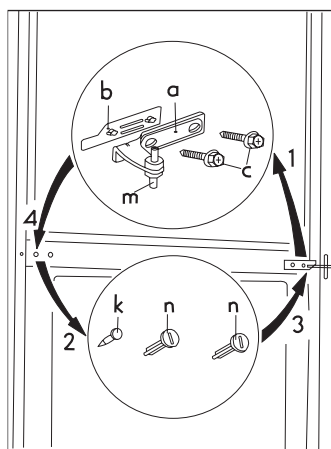

Рис. 3
- Поэтапно снять с корпуса двойной держатель двери (a, b, c). Также не забудьте снять пластиковую распорку (b) под держателем двери (рис. 3).
- Выкрутить левые болты крышки двойного держателя двери (3 штуки, п, к) и переставить их на другую сторону (рис. 3).
- Демонтировать элементы запираения двери (u, v) путем выкручивания винта (s) (рис. 3).
- Вставить болт двойного держателя двери (m) в левое отверстие морозильной камеры (рис. 3).